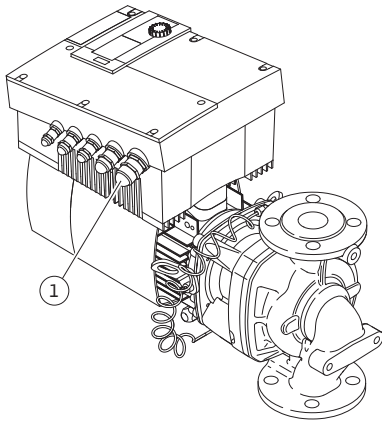

Fig. 28: Presetupa cablurilor M25
- Cablul de alimentare trebuie introdus prin presetupa cablurilor M25 (Fig. 28, Poz. 1).